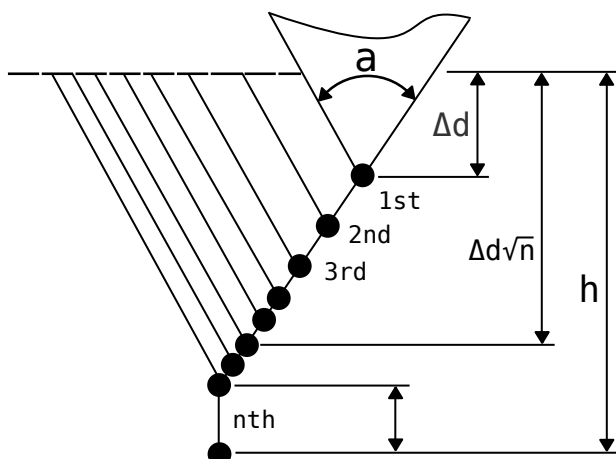

Рис. 2.14.6: Условная схема входа в резьбу по циклу G76
- 1 — алгоритм снижения нагрузки на резец: плавное изменение глубины между величинами первого прохода и обычного прохода (величина очередного прохода не может стать меньше величины обычного прохода), см. рисунок 2.14.6.